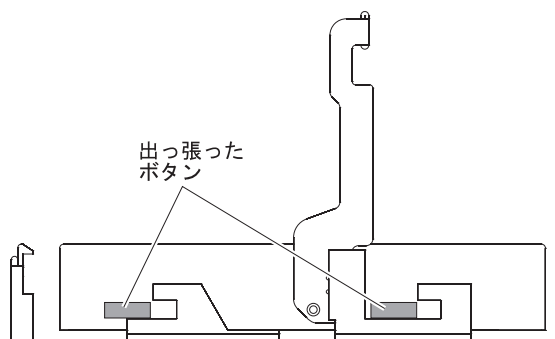

図 72. ドライブの位置合わせ
- b. 図 72 のように、各側面にある 2 つの出っ張ったボタンを、ドロワーのドライブ・チャンネルの対応するすき間に合わせます。